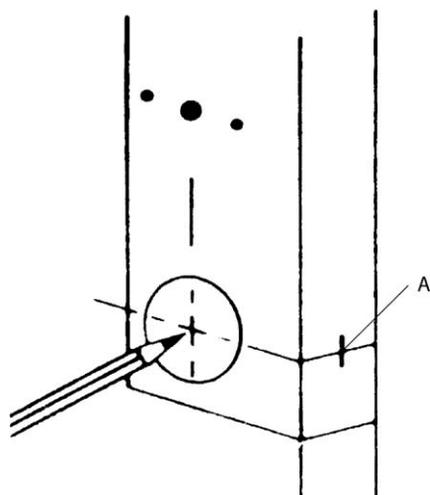

Рис. 8.3. Разметка двери (С разрешения компании Simplex Access Controls Corp.)
- Аккуратно сложить бумажный шаблон, который входит в комплект поставки вашего замка (рис. 8.2). Прочно приклеить скотчем шаблон к двери так, чтобы все стигбы были правильно совмещены с краем двери. Нанести шилом или аналогичным инструментом отметки для просверливаемых отверстий в точно указанных точках, которые приведены на шаблоне (рис. 8.3). Затем шаблон надо снять.